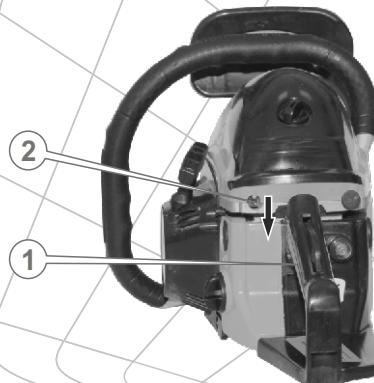

Рис. 18
**Порядок остановки двигателя (см. рис. 18)**
1. Отпустите рычаг дросселя (1).
3. Установите выключатель зажигания (2) в нижнее положение (STOP).